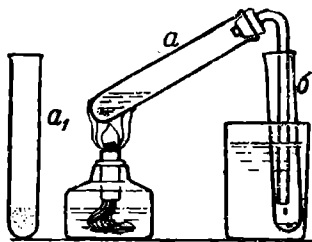

Рис. 151. Получение азотной кислоты в пробирке.
■ **Опыт 1.** В пробирку *a* приборчика, изображенного на рис. 151, всыпьте селитры, сколько показано на рисунке слева (*a*). Прилейте (осторожно!) столько концентрированной серной кислоты (уд. в. 1,84), чтобы вся селитра была смочена кислотой (размешайте палочкой). Вставьте пробку с трубкой и укрепите пробирку на штативе так, чтобы конец трубки был опущен в пробирку *b*, погруженную в стакан с водой.
Осторожно нагревайте пробирку *a*, пока в пробирке *b* не соберется столько азотной кислоты, сколько показано на рис. 151 или немного больше (1—2 см^3).